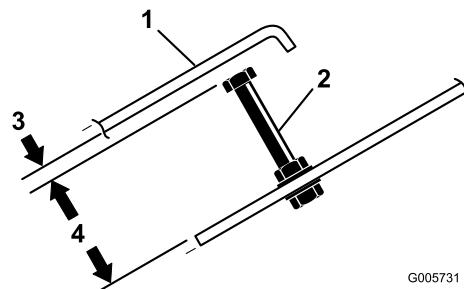

Bild 68
2. Lösen Sie die Sicherungsmuttern und stellen Sie die Anschlagsschraube des Fahrspeads auf eine Länge von 7,6 cm ein (Bild 68).